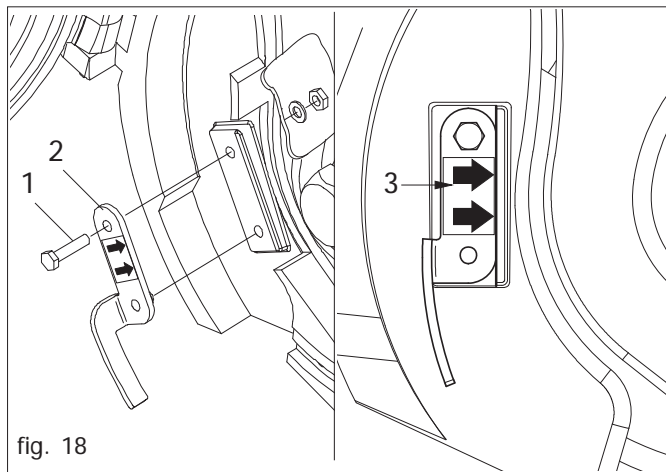

fig. 18
Sämenauswerfer bei großem Samenkaliber, z.B. Mais, Sonnenblume, Soja, Erdnüssen usw. ausbauen. Die Schrauben lösen (1 Abb. 18) und den Sämenauswerfer entfernen (2).
Gehen den Rand des dazu bestimmten Sitzes drücken (3 Bild 18) und mit der mitgelieferten Schraube (1) befestigen. Schraube nur in der vorgegebenen Richtung montieren. Kein Distanzstück dazwischenlegen.